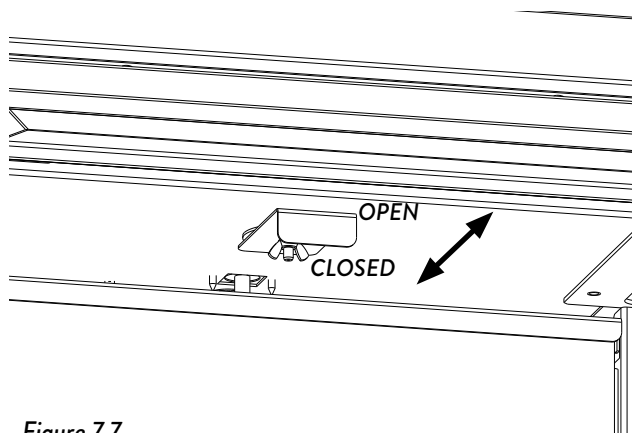

Figure 7.7.
14. NATURAL GAS ONLY: Adjust the Air Shutter. Fig. 7.7